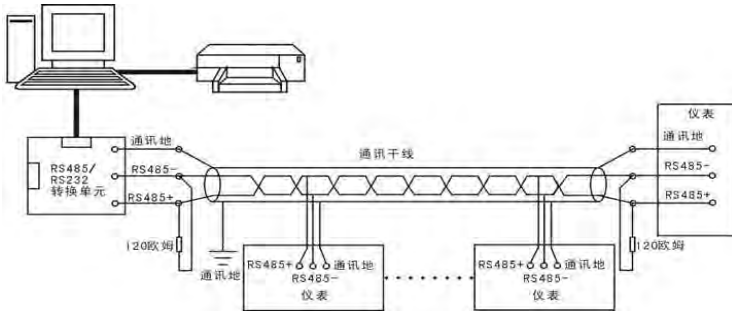

图 25 RS-485 通讯接线方法
- ◆ 本无纸记录仪的 RS-485 通讯线采用屏蔽双绞线，其一端通过 RS-232/485 转换模块接到计算机的串行通信口，另一端接到记录仪通讯端子，其连接方式如图 25 所示：